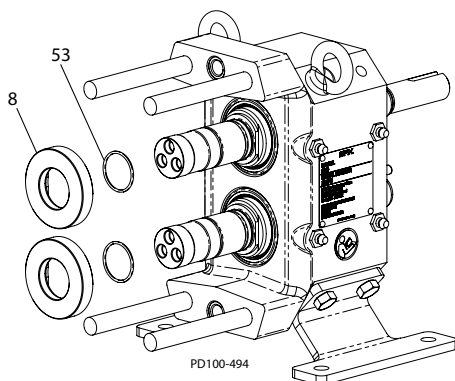

Abb. 52 - Wellendichtungsmontage
1. Montieren Sie die Dichtsitz-O-Ringe (Abb. 52, Einzelheit 53) in die hintere Nut in der Welle.
2. Tragen Sie ein verträgliches Schmiermittel auf die O-Ringe auf und montieren Sie die Dichtsitze (Abb. 52, Einzelheit 8). Richten Sie die Abflachungen an den Dichtsitzen auf die Abflachungen an den Wellen aus schieben Sie den Sitz fest gegen den Wellenansatz.